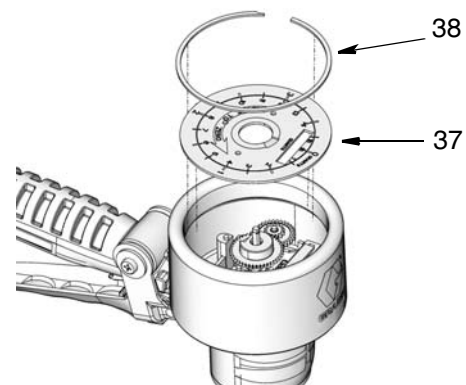

FIG. 17
5. Déposez la grande bague d'attache (38), puis le cadran (37) (FIG. 17).